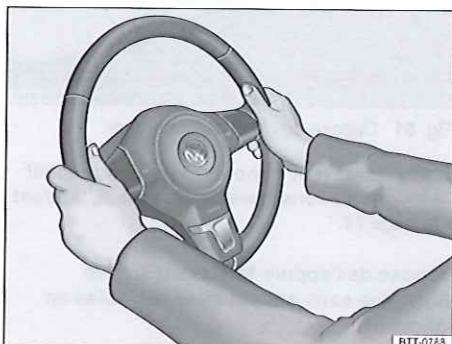

Fig. 53 Sur le volant : positions 9 h et 3 h. ▶
- Réglez le volant de direction de manière à pouvoir le tenir en plaçant vos deux mains à la périphérie (positions 9 h et 3 h), les bras étant légèrement pliés \Rightarrow fig. 53 \Rightarrow .
- Lorsque vous conduisez, tenez toujours le volant en plaçant vos deux mains à la périphérie en positions 9 h et 3 h \Rightarrow fig. 53 afin de réduire tout risque de blessures en cas de déclenchement du sac gonflable frontal du conducteur.